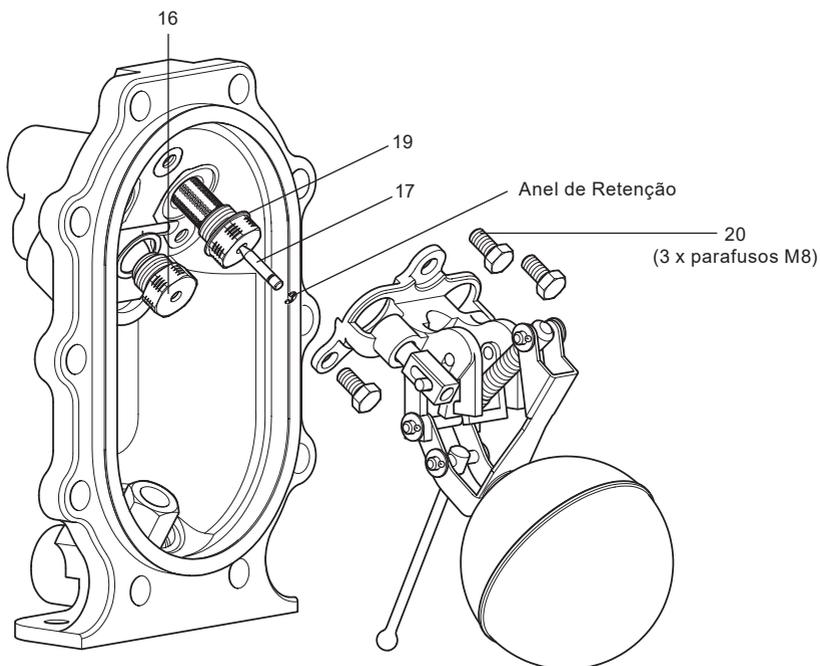
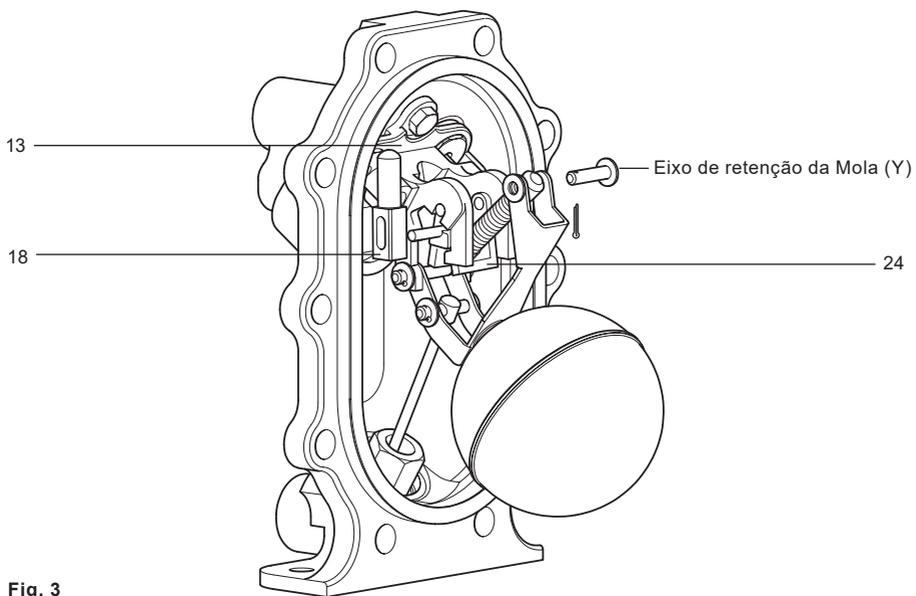

Fig. 2
Fig. 3
9. Insira o conjunto de reposição da válvula de vapor (itens 16 e 17) de acordo com a Fig. 2.
10. Coloque uma nova junta metálica (item 19) sobre as roscas da sede antes de realizar o aperto da tampa.
14. Para remover a válvula de exaustão (item 18), remova os pinos de divisão, arruelas e eixo (Y) do ponto pivô da mola superior. (Ver Fig. 3).
16. Puxe o braço atuador para baixo dentro de suas fendas até que toda a mola e o braço atuador com a válvula de exaustão saia livremente. Pode ser necessário deslizar a válvula de exaustão para trás contra sua mola interna para liberá-la da guia do suporte da bomba (item 13).
17. Alinhe a fenda na válvula de exaustão (item 18) com a espiga do braço do atuador (item 24) (consulte a Fig. 3).